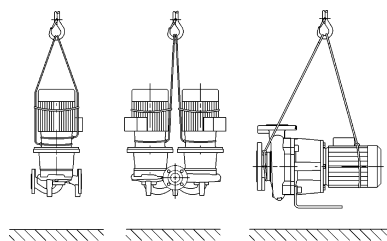

Fig. 7: Siurblio transportavimas
- Variklio transportavimo kilpos skirtos tik krovinio nukreipimui (Fig. 7).